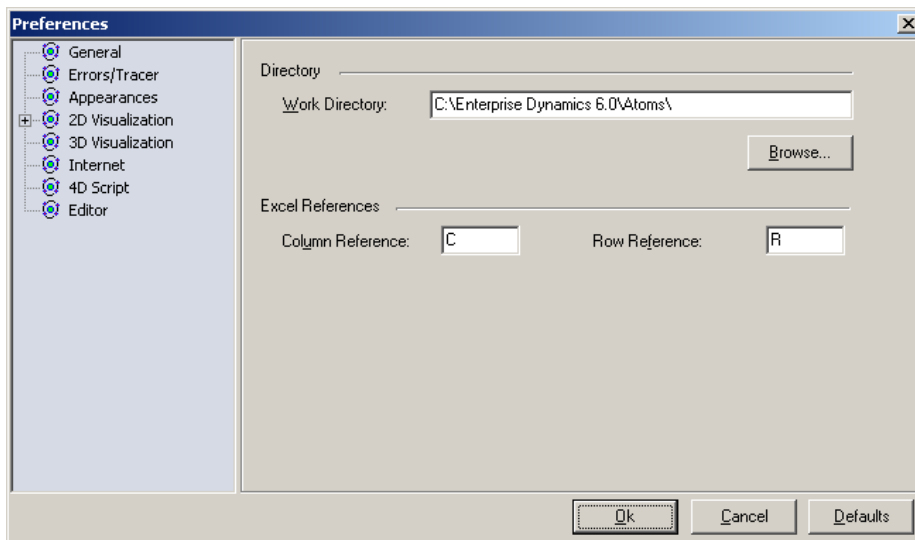

Figure 8-4 L'écran des File|Preferences
En anglais : (par défaut) : C et R (Column et Row), en allemand : K et R, en néerlandaise K et R, etc. (voir figure 8.4)
- a. Existe-t-il un fichier Excel dont le nom est correct dans le répertoire de travail ? (voir également figure 8.4 pour la détermination du répertoire de travail)